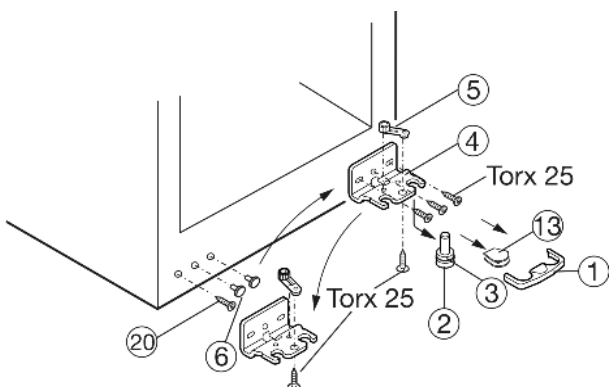

Fig. 4
- ▶ Enlever le dispositif Fig. 4 (1) d'arrêt en le tirant vers l'avant.
- ▶ Enlever le cache Fig. 4 (13) en le tirant vers le bas.*
- ▶ Enlever le pivot Fig. 4 (2) vers le bas et vers l'avant. Ce faisant, respecter la douille de charnière Fig. 4 (3).
- ▶ Dévisser la charnière Fig. 4 (4).
- ▶ Dévisser l'élément pivotant Fig. 4 (5) et le replacer dans le logement opposé de la charnière, le revisser ensuite.
- ▶ Retirer le bouchon Fig. 4 (6) côté poignée avec précaution et le repositionner sur le côté opposé.
- ▶ Retirer la vis Fig. 4 (20) et la revisser sur le côté opposé.
- ▶ Visser la charnière Fig. 4 (4) sur sa nouvelle face (**avec un couple de serrage 4 Nm**) utiliser le cas échéant une visseuse sans fil pour un bon vissage.
- ▶ Basculer l'appareil légèrement vers l'arrière et replacer les pivots d'appui Fig. 4 (2) avec les douilles de charnière Fig. 4 (3). L'encoche du pivot doit être orientée vers l'avant.
- ▶ Mettre le cache Fig. 4 (13) sur le côté opposé.*
- ▶ Le dispositif d'arrêt (1) doit s'enclencher latéralement sur la charnière afin de protéger les pivots d'appui et la porte.
- ▶ Replacer le dispositif d'arrêt (1) sur la charnière.
- ▶ Aligner éventuellement la porte par rapport aux deux trous oblongs du support d'appui Fig. 4 (4) pour qu'elle affleure avec l'habillage de l'appareil. Pour cela, dévisser les vis centrales.